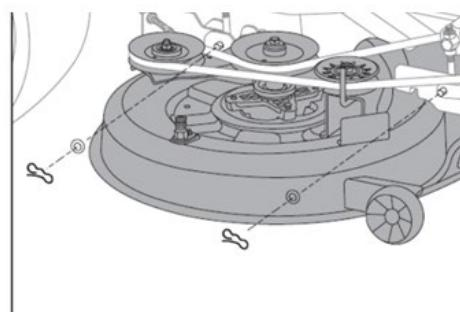

Fig.25B
6. Retire los 2 pestillos que conectan la plataforma derecha a la máquina (se hace referencia a izquierdo/derecho en los pasos 5 y 6 desde la posición del operario, consulte la Fig. B). (Fig.25B)